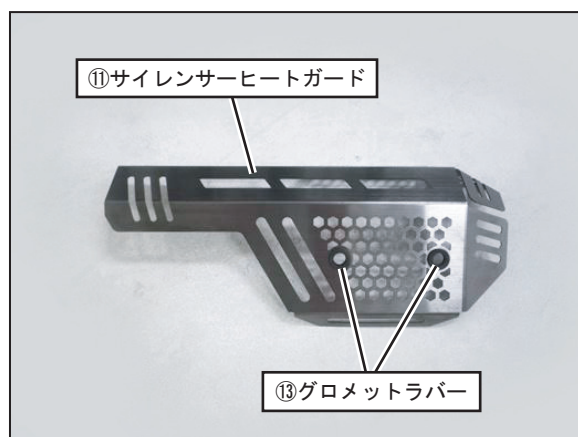

FIG. 13
12. ⑪サイレンサーヒートガードに⑬グロメットラバーを取り付けて下さい。(FIG. 13参照)